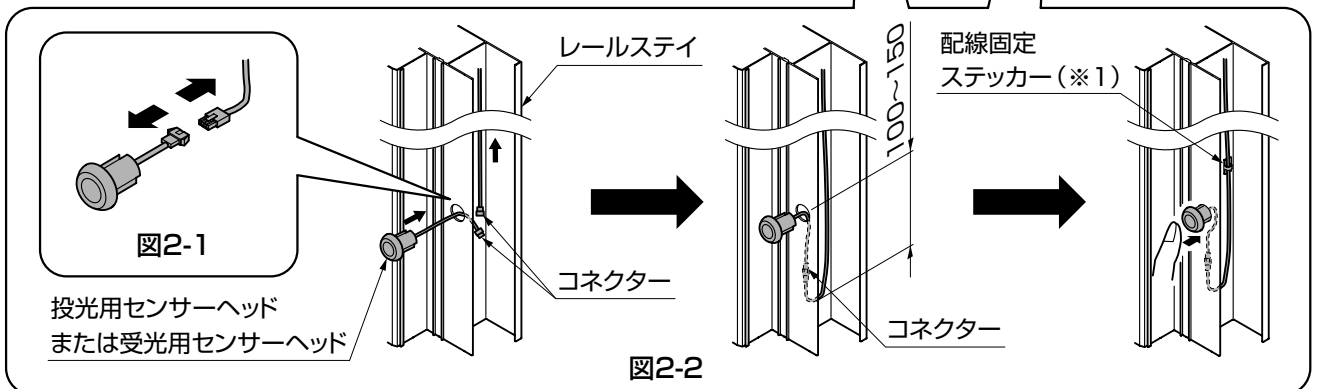

図2-2
- ③コードに200mm~300mmの余裕を持たせてから、センサーヘッドのコネクターを接続して、レールステイの取付け面に対して傾かないように手でしっかり押し込んでください。(図2-2参照)